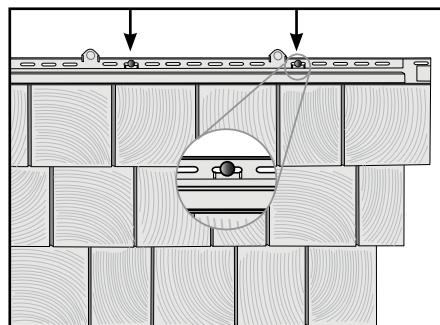

Figura 3
3. Fije el panel a la pared clavando primero a través del agujero central del borde para clavos en la parte superior del panel. Continúe clavando el panel con 5 clavos: uno en la ranura para clavos del extremo derecho y uno en cada una de las líneas del Indicador de marcas de clavos de QuickReference™ (Figura 3). Deje entre 1/8 y 1/16 de pulgada entre las cabezas de los clavos y el panel para permitir la libertad de movimiento durante la expansión y contracción normales. El panel T5 tiene NailStop™ para guiar la correcta separación de la cabeza de los clavos.